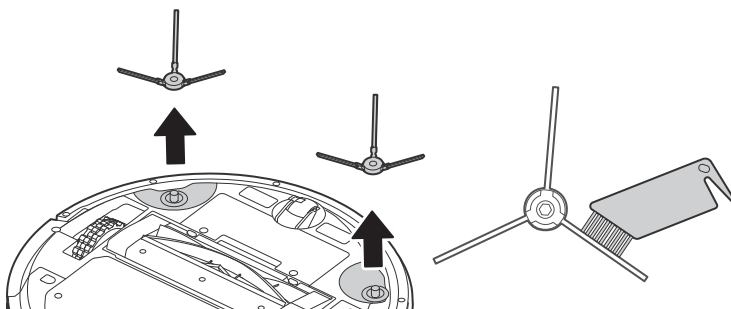

Figura 7
3. Extraiga el cepillo lateral y limpie el polvo del cepillo lateral (Figura 7).